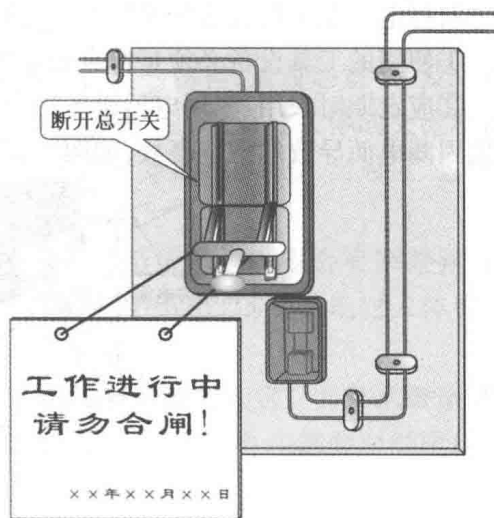

图 1-8 悬挂警告牌
①操作前应穿上具有良好绝缘性能的胶鞋,或脚下垫上干燥的木凳、木桌等,且在操作中不要接触湿木、砖墙、水泥墙等物。
②在进行电路安装或检修之前,应断开电源总开关,并悬挂警告牌,避免他人在不知情的情况下合闸造成危险,如图 1-8 所示。
③当电源总开关断开后,仍需使用验电器对电源插座进行验电检查,以确保绝对安全。
(2) 带电操作注意事项